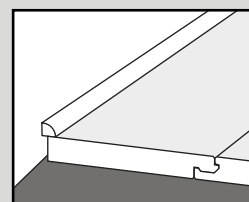

Fig. 8
10. Nadat de vloer is gelegd, verwijdert u de afstandhouders. Veeg de vloer schoon met een zachte borstel. Breng een plint of geschikte randstrip aan (beschikbaar bij uw lokale distributeur) om de uitzettingsruimtes te bedekken. Deze moeten aan de muur worden bevestigd, niet op de vloer. Zo kan het product vrij uitzetten (Fig. 8 & 9).